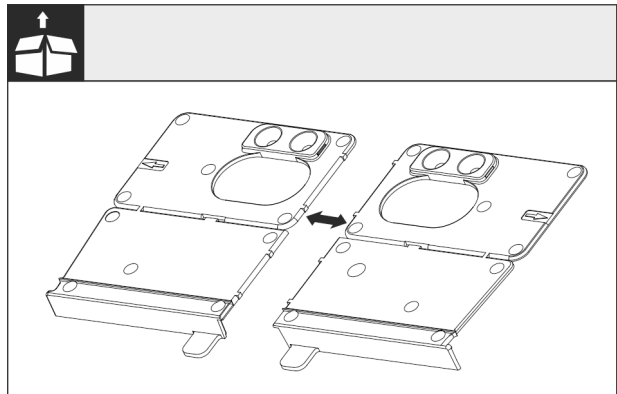

Fig. 27
► Ndani profilin e montimit në bazament Fig. 27 () në pjesën me vrima të vogla.